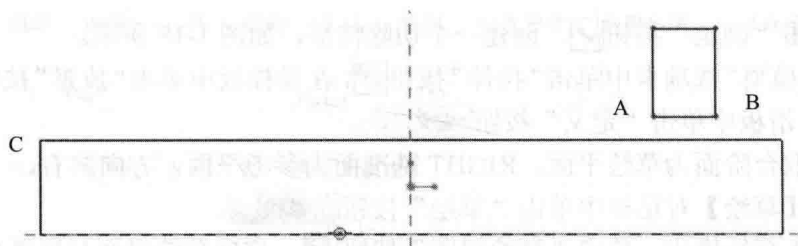

图 1-13 绘制矩形截面
(22) 单击“矩形”按钮, 在工作区中任意绘制一个矩形, 如图 1-13 所示。